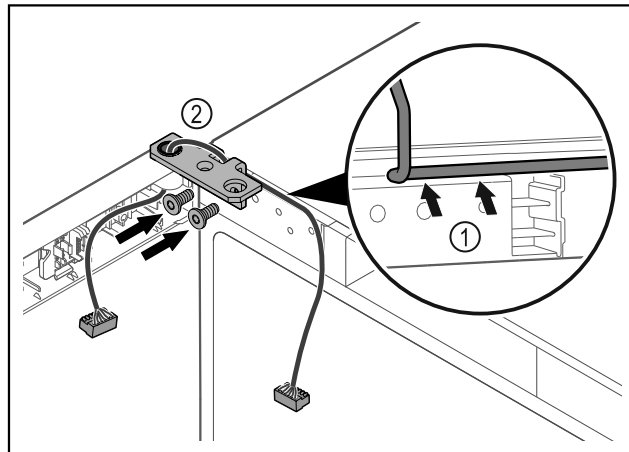

Fig. 45
- ▶ Før kabelen forsiktig gjennom åpningen i hengselvinkelen, og legg den omhyggelig på plass Fig. 45 (1).
- ▶ Skru på hengselvinkelen Fig. 45 (2).